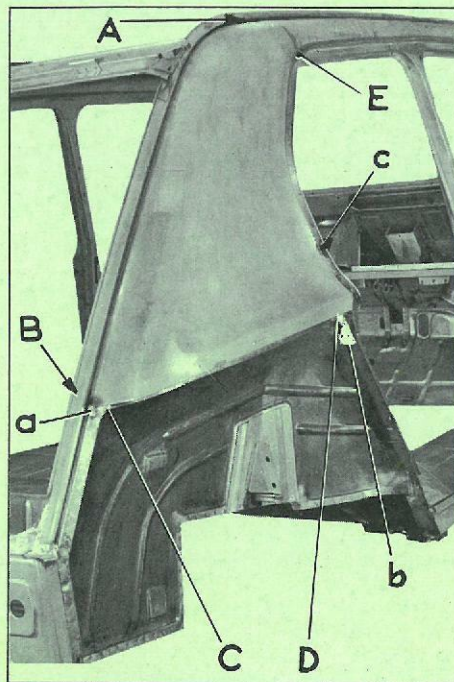

Fig. 1
- LM (fig. 1)
- MN (fig. 1)
- a (fig. 1)
- C (fig. 1)
- e (fig. 1)
14. Etamer suivant NA (fig. 1).
- AB (fig. 1 et 2),